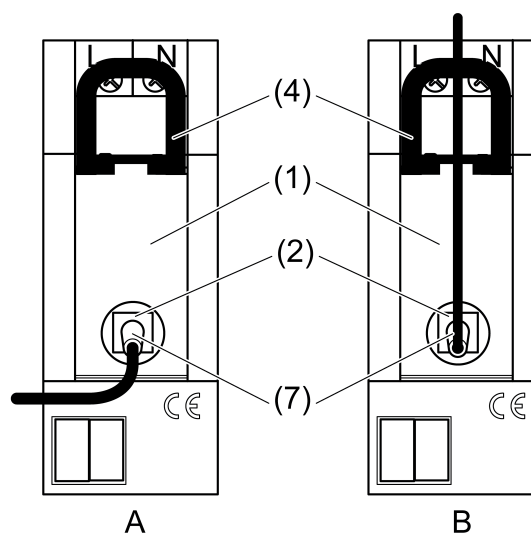

Figura 4
- Infilare la spina dell'antenna (7) nella presa SMB (2) del radiorecettore (1) (figura 4).
- Sbloccare il cursore nero (4) tirando verso l'alto l'estremità della staffa ed estrarre il cursore (figura 4).
- Infilare la spina dell'antenna (7) nella presa SMB (2).